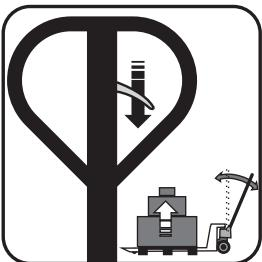

Fig. 6 – Levantando la carga
- a. Coloque la palanca hacia abajo y mueva el cable para elevar la carga.(fig. 6)